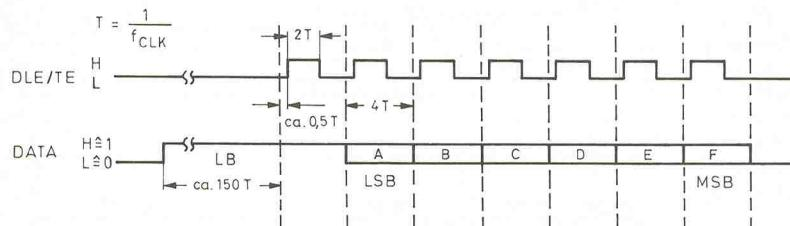

Bild 57. Impulsfolgen an den Anschlüssen DATA und DLE/TE des SDA 2007.
- ONOFF, der Standby-Anschluß, ist ein kombinierter Ein/Ausgang. In der Funktion als Ausgang kann das hier vorhandene Signal über einen Transistor ein Relais steuern, das die Hauptstromversorgung des gesamten Empfangsgerätes schaltet. Bei log. „1“ (Standby) muß das Relais stromlos sein. Nach der Wahl eines Programms (Befehle 16...31), nach einem EIN- (6) oder einem TUS-Befehl (7) und nach dem Betätigen des Programmsschritt-Tasters (Befehle 4 und 5) geht ONOFF auf log. „0“. Der ONOFF-Anschluß kann auch als Eingang benutzt werden: Schließt man ihn nach Masse kurz, während sich das System im Standby-Modus befindet und somit der Anschluß auf log. „1“ liegt, kippt das interne Flipflop in die andere Lage.
- TUS1 und TUS2 bilden die Tastatur-Umschaltung, die mit Flipflops gesteuert wird. Nach dem Einschalten der Speisespannung zeigen beide Ausgänge log. „0“. Wenn einer der beiden Anschlüsse auf log. „1“ liegt, erscheinen die übermittelten Befehle nur am seriellen Ausgang, aber nicht an den Steuerausgängen. Außerdem geht der Anschluß DLE auf log. 0, und jeder Befehl wird über die seriellen Ausgänge DATA und TE ausgegeben. Wie Bild 57 zeigt, liefert TE immer dann einen (Takt-)Impuls, wenn an DATA ein Daten-Bit erscheint. Liegen sowohl TUS1 als auch TUS2 auf log. „1“, werden alle Befehle über DATA/DLE ausgegeben; der Kode wiederholt sich stetig, solange der entsprechende Taster des Senders gedrückt wird.
- TUS1 und TUS2 bilden die Tastatur-Umschaltung, die mit Flipflops gesteuert wird. Nach dem Einschalten der Speisespannung zeigen beide Ausgänge log. „0“. Wenn einer der beiden Anschlüsse auf log. „1“ liegt, erscheinen die übermittelten Befehle nur am seriellen Ausgang, aber nicht an den Steuerausgängen. Außerdem geht der Anschluß DLE auf log. 0, und jeder Befehl wird über die seriellen Ausgänge DATA und TE ausgegeben. Wie Bild 57 zeigt, liefert TE immer dann einen (Takt-)Impuls, wenn an DATA ein Daten-Bit erscheint. Liegen sowohl TUS1 als auch TUS2 auf log. „1“, werden alle Befehle über DATA/DLE ausgegeben; der Kode wiederholt sich stetig, solange der entsprechende Taster des Senders gedrückt wird. Die beiden TUS-Befehle arbeiten mit gegenseitiger Verriegelung: Wenn z.B. TUS2 log. „1“ führt und der Befehl TUS1 gegeben wird, geht TUS2 selbsttätig auf log. „0“.